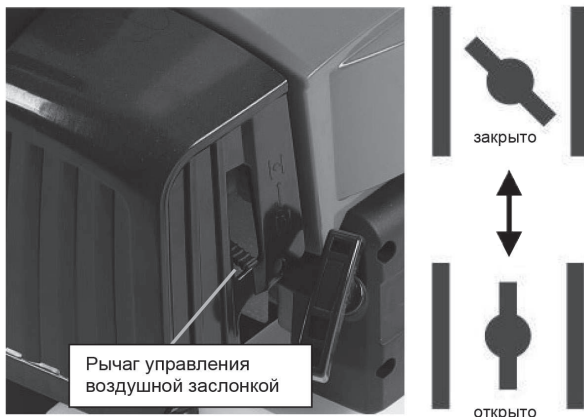

Рис. 17
- Переведите рычаг управления воздушной заслонкой в положение «закрыто» (рис. 17).
- После первой вспышки переведите рычаг воздушной заслонки в положение «ОТКРЫТО» (рис. 17). Далее, слегка потяните за ручку стартера, пока не почувствуете сопротивление, затем сильно, но плавно потяните за ручку стартера. Повторите это действие 1-2 раза, двигатель должен запуститься.